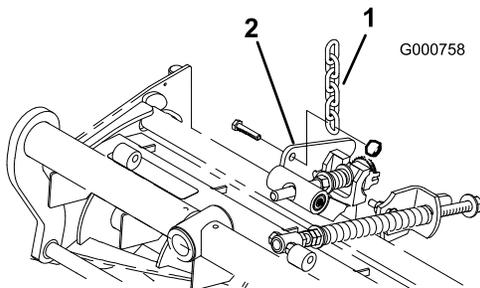

Bild 6
12. Nehmen Sie die Mutter ab, mit der die Befestigungshalterung der Rasenflächenausgleichsfeder am Stabilisierungsrohr des Mähwerks befestigt ist (Bild 6). Setzen Sie die Kippkette auf die Kopfschraube und befestigen Sie sie mit der abgenommenen Mutter.